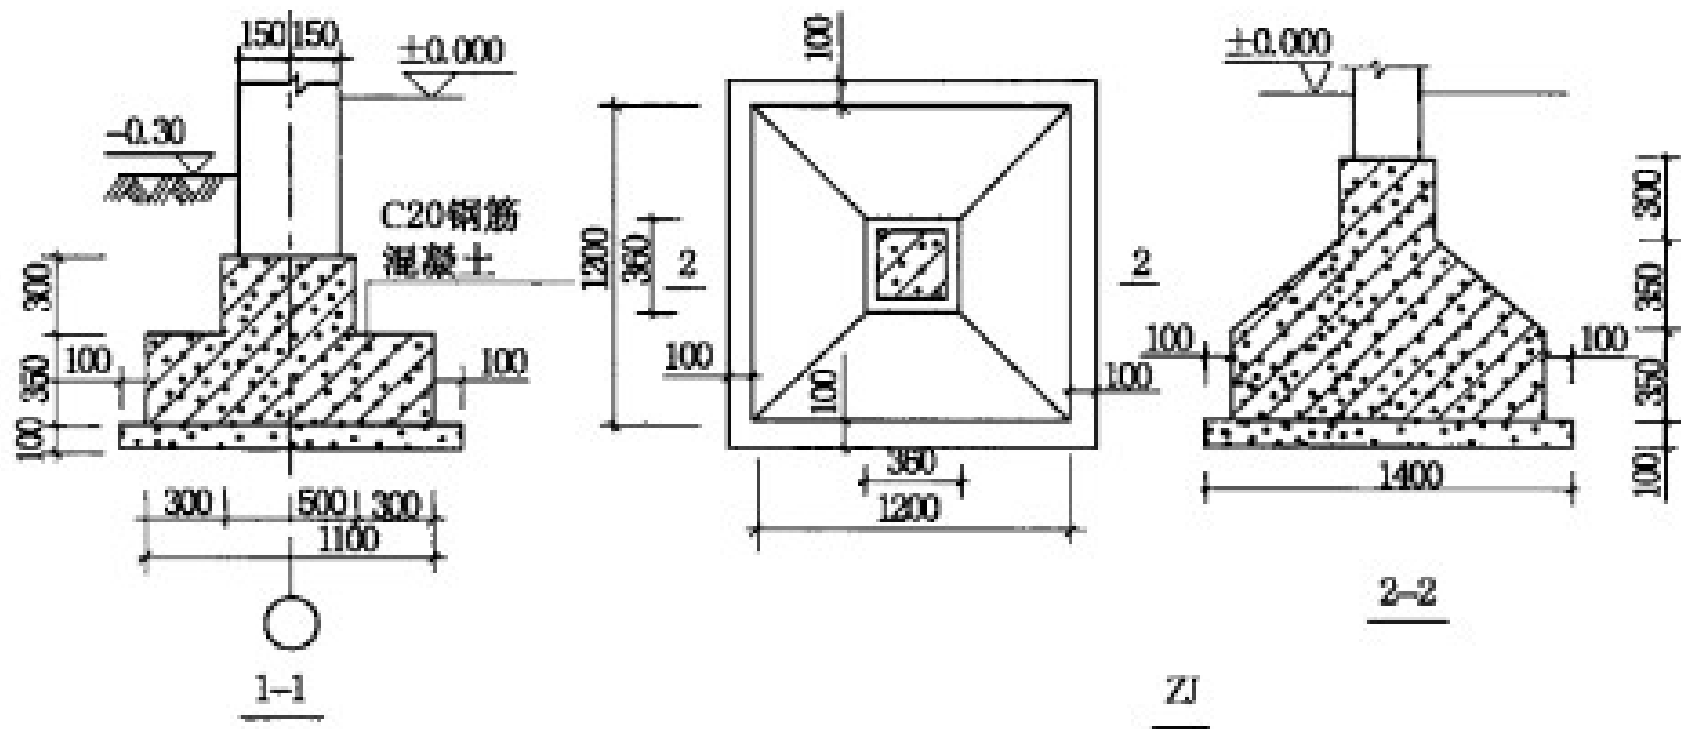

图 6. 1. 2 基础平面图
- 某工程基础平面图如图6. I . 1所示，现浇钢筋混凝土带形基础、独立基础的尺寸如图6. I . 2所示。混凝土垫层强度等级为C10，混凝土基础强度等级为C20，按外购商品混凝土考虑。混凝土垫层支模板浇筑，工作面宽度300mm。定额子目见表1。